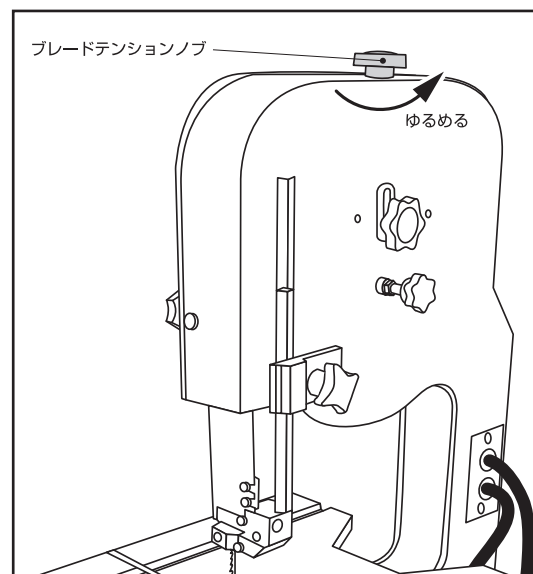

図14
- 3.本体上部のブレードテンションノブを反時計周りに5～6回転ほど回して、ゆるめてください。この時、ロックノブをどれだけゆるめたかを記憶しておくと次に鋸刃を張る際に便利です。（図14）